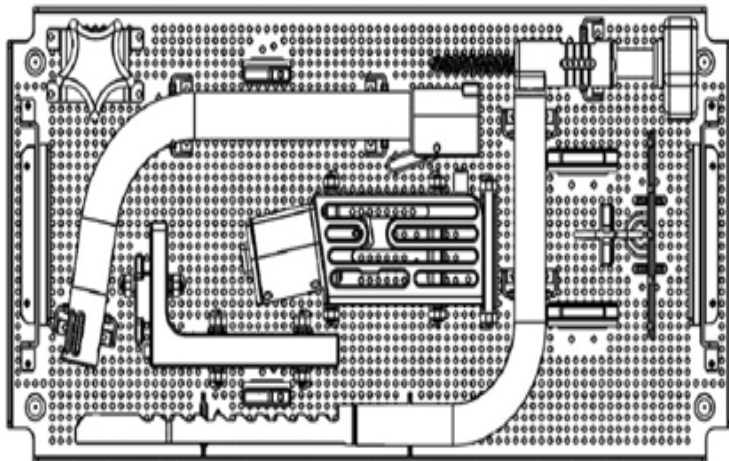

図1: ベースプレートのないトレイの構成用品
1. 以下の図1、2の通りに、構成用品をトレイの中に入れます。ブラケットを使って、輸送および滅菌中に、所定の位置に構成用品をしっかりと固定します。